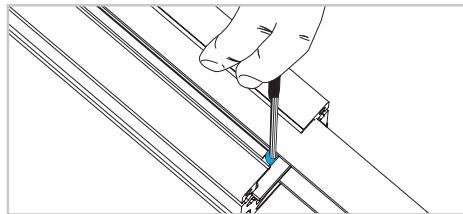

Abb. 12
- 12) Die Sicherheitsblockierung demonstrieren (Abb. 12).